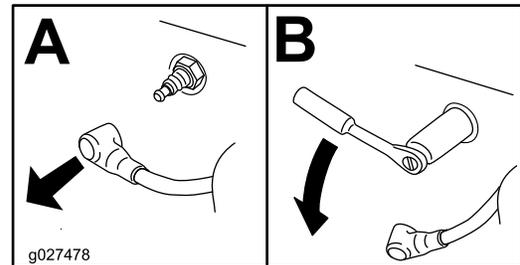

Рисунок 44
4. Снимите свечу зажигания (Рисунок 44).